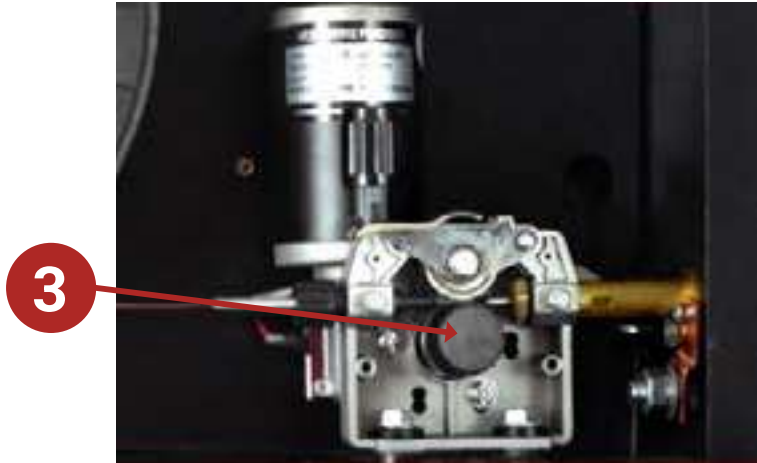

Fig. 2
- » Alinee la polea y apriete el tornillo (Pieza 3, Fig. 2);